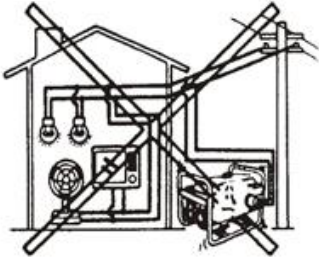

Рис. 29
6.3 Засоби під'єднання проілюстровані нижче (Рис. 29).